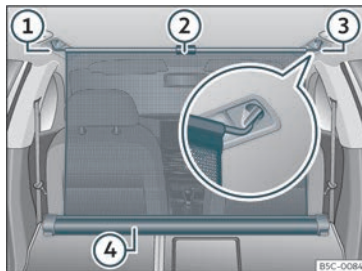

Fig. 124 Dans le coffre à bagages : filet de séparation attaché avec le dossier de la banquette arrière rabattu.
- Tirez la languette»» **fig. 124 ②** vers le haut pour sortir le filet de la structure»» **fig. 124 ④**.
- Attachez le filet de séparation au côté droit ou gauche»» **fig. 124 ③** (image élargie).
- Attachez le filet de séparation dans le logement de l'autre côté»» **fig. 124 ①** en étirant la tringle.
Le filet de séparation est monté correctement lorsque les extrémités en forme de T sont fermement attachées dans les logements correspondants»» **fig. 124 ③** et **①**.
- Enroulez le filet dans la structure »» **fig. 124 ④** en la déposant manuellement.